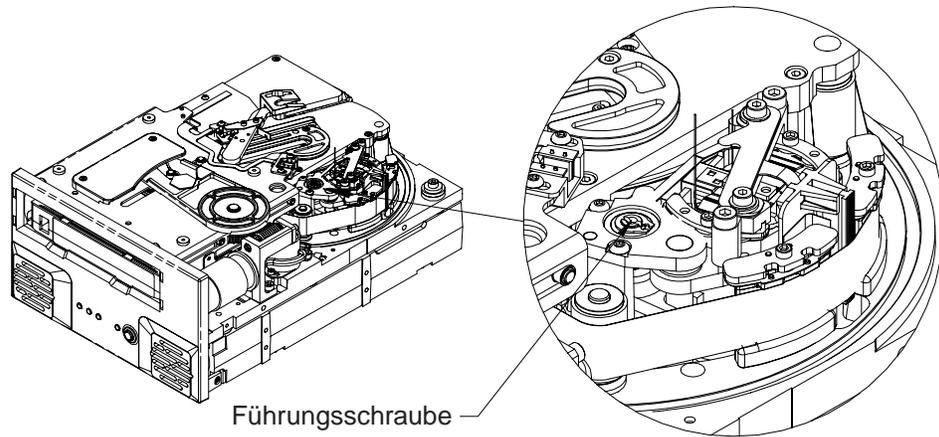

Abbildung 19: Diagramm des Viper 200-Laufwerks mit der Führungsschraube (Band ist eingezogen)
1. Drehen Sie die Führungsschraube (siehe Abbildung 19) mit einem Schraubendreher mit flacher Klinge im Uhrzeigersinn, um sicherzustellen, dass die Kopfbaugruppe abgesenkt ist, da der Ladearm die Kopfbaugruppe sonst nicht freigeben kann, wenn Sie ihn später nach hinten in Richtung der Kassette schieben.